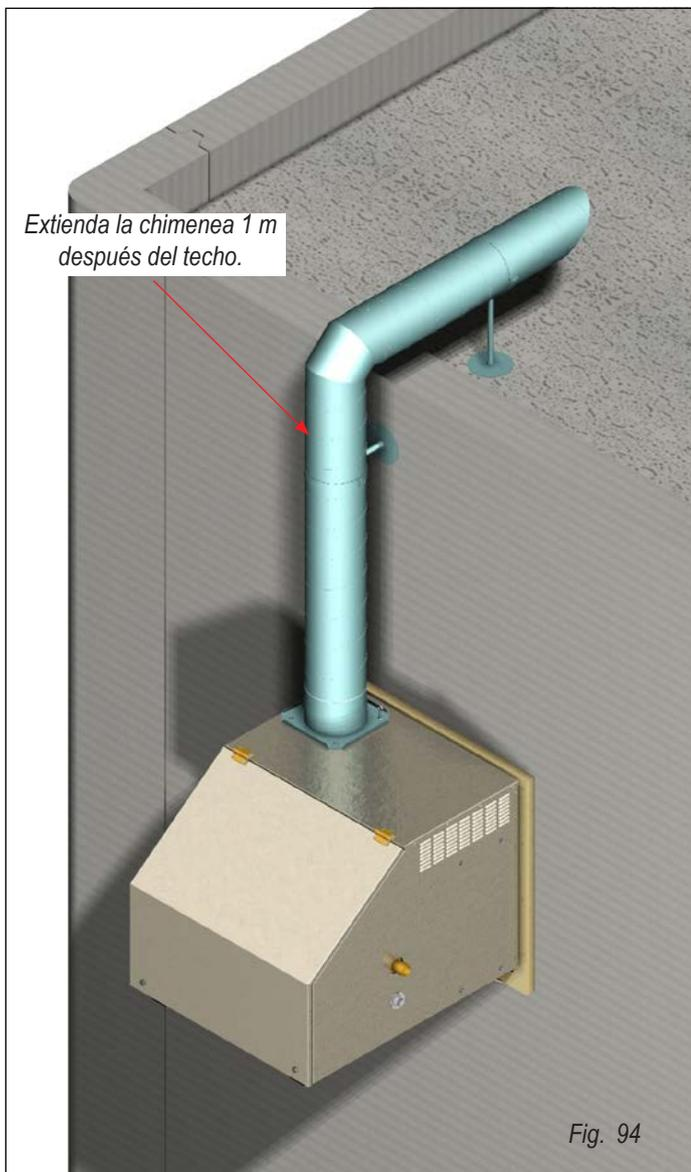
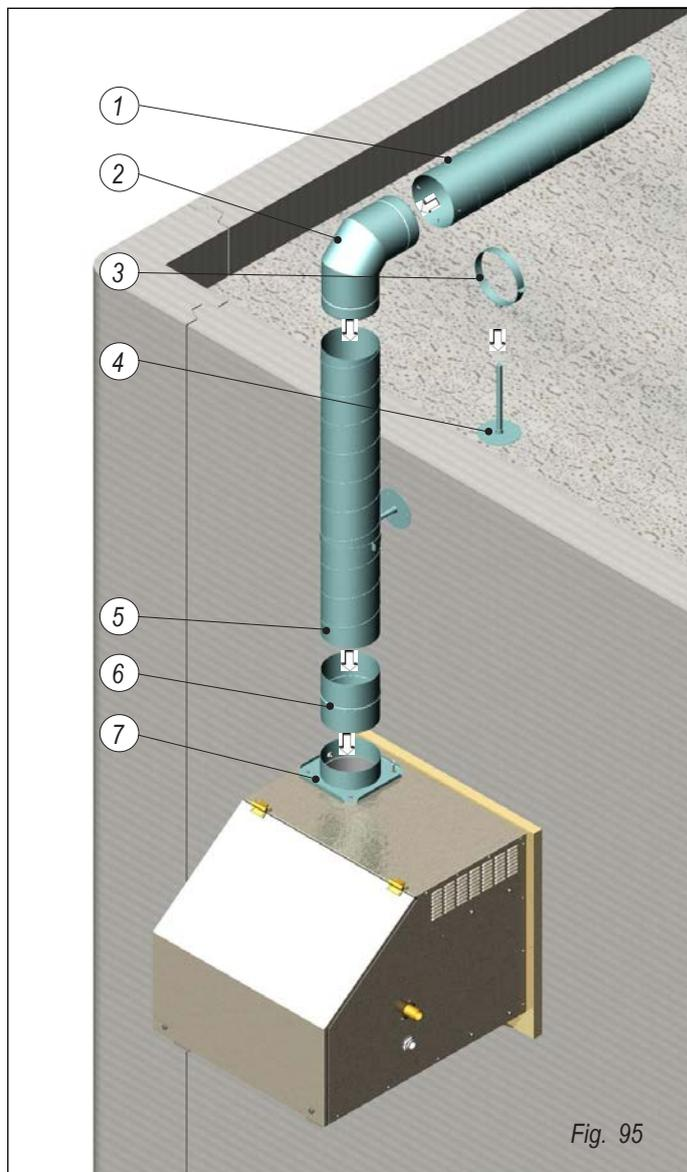

Fig. 94
Fig. 95
En la fig. 94 se representa la realización del conducto de descarga gases quemados para los generadores modelo GSR 200.1 - GSR200.2 - GSR 300.1 instalados en la pared. Las piezas de tubo chimenea (5) deben cortarse al momento. En la fig. 95 se representa el esquema de ensamble de los diferentes componentes descritos a continuación: 1 Terminal descarga; 2 Curva; 3 Collar de sostén; 4 Pie sujeta collar; 5 Tubo chimenea; 6 Empalme; 7 Conexión conducto descarga gases quemados generador.